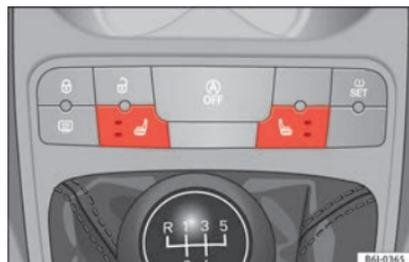

Fig. 100 Interruttore per il riscaldamento dei sedili anteriori.
- Per accendere il riscaldamento di un sedile, premere l'interruttore corrispondente »» fig. 100.
- Una sola pressione attiva il riscaldamento a intensità massima. Si illuminano i due LED »» fig. 100. Dopo 15 minuti a massima intensità, si spegne il LED superiore, il sistema si disattiva per 2 minuti, dopo i quali ricomincia a funzionare con la minima intensità (il LED inferiore è sempre acceso).
① ATTENZIONE